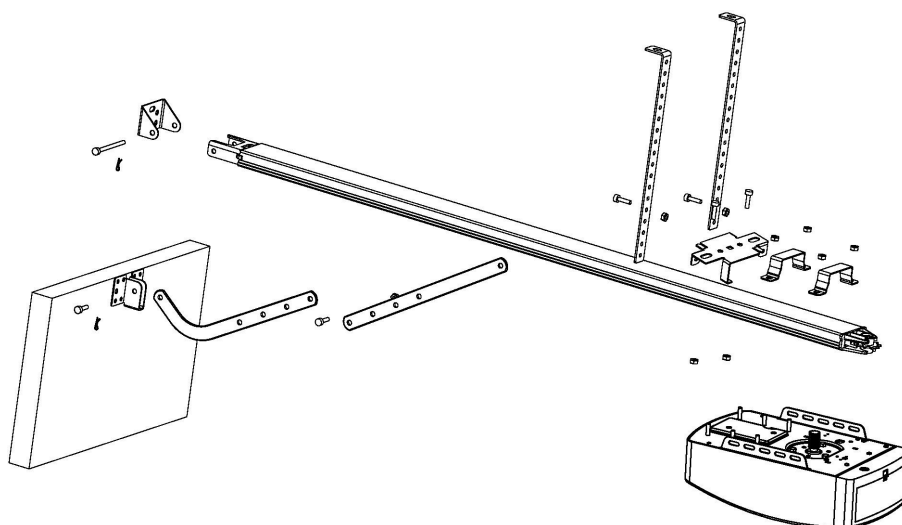

Abbildung 3
SCHRITT 1 (Abb.3)
SCHRITT 2 (Abb.3)
SCHRITT 3 (Abb.3, Abb. 4)
SCHRITT 4 (Abb.3, Abb. 5)